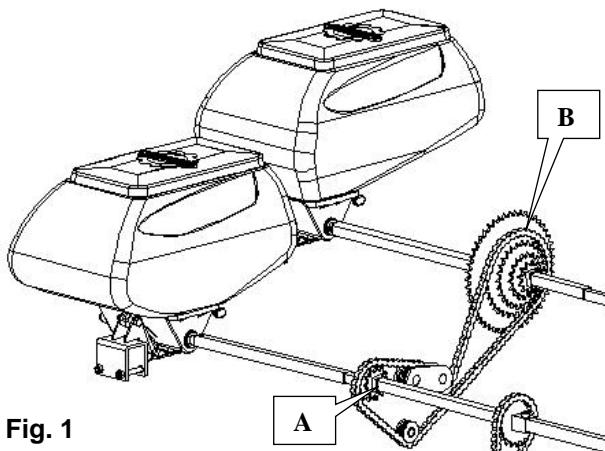

Fig. 1
- 1 – Die beiden Antriebsgehäuse demonterieren (E und F Abb. 1)
- 4 – Die beiden Gehäuse wieder neu positionieren (E und F Abb. 1)
La regolazione della dose/ettaro viene effettuata con un selettore di variatore (A fig. 1). Questa regolazione dipende dall'interfila e dal prodotto utilizzato. La tabella qui a lato fornisce le regolazioni indicative (fonte AGPM) che devono essere verificate su terreno. Per effettuare la regolazione :
- 1 – Smontare i due carter di trasmissione (E e F fig. 1)
- 4 – Riposizionare i due carter (E e F fig. 1)